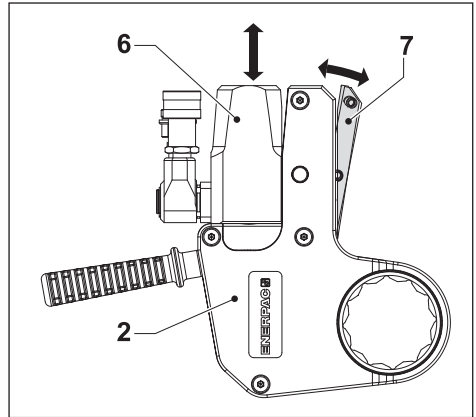

Abb. 4
3.3.1 Austausch der Kassette (Abb. 4 und 5)
3.3.2 Einsetzen der Kassette (Abb. 4 und 5)
- Ziehen Sie die Arretierung (7) nach außen.
- Vergewissern Sie sich, dass die Einzugsverbindung (11) zur Nut (13) der Ratsche (1) ausgerichtet ist. Drehen Sie gegebenenfalls die Kolbenstange.
- Schieben Sie die Antriebseinheit in die Kassette und schieben Sie den Zapfen (12) durch die Öffnung der Zylinderaufnahmeplatte der Antriebseinheit (14).
- Schieben Sie die Arretierung (7) in die Kassette (2) zurück. Stellen Sie sicher, dass die Kugel sicher einrastet. Überprüfen Sie, ob die Arretierung der Kassettenarretierung vollständig geschlossen und eingerastet ist.